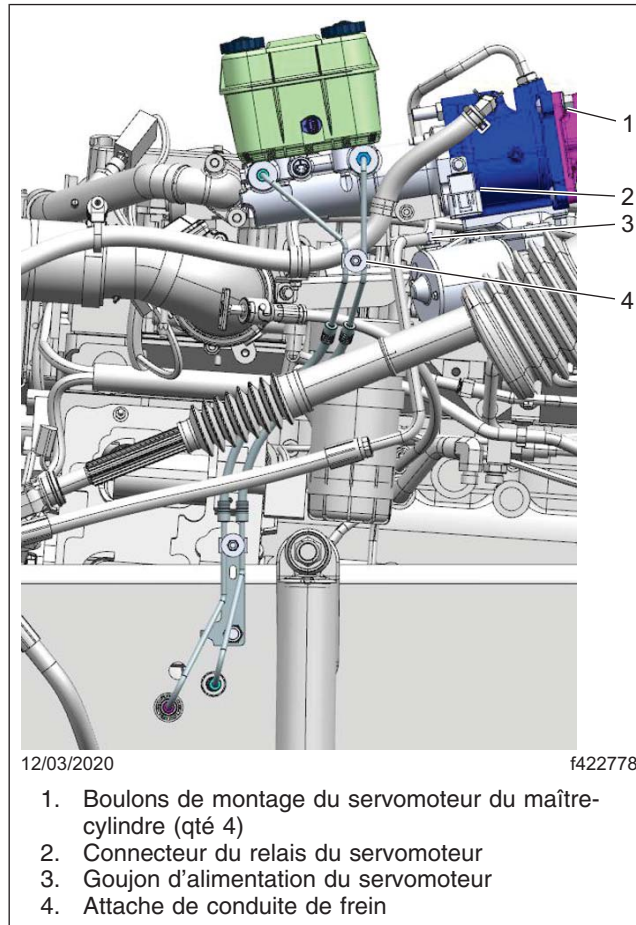

Fig. 10, Relais de frein monté sur Hydromax
4. Débranchez le connecteur du relais de frein du relais de frein monté sur l'Hydromax, dans la partie inférieure gauche de la plaque d'adaptation. Cela coupe l'alimentation câble fil d'alimentation et du goujon sur le moteur du frein. Reportez-vous à la Figure 10, élément 2.
5. Utilisez une clé de 9,5 mm (3/8 po) pour débrancher le câble d'alimentation du moteur de frein. Reportez-vous à la **Figure 10**, élément 3.
7. Retirez l'attache de la conduite de frein et la rondelle plate et mettez-les de côté, afin de pouvoir les réutiliser plus tard. Reportez-vous à la **Figure 10**, élément 4.
8. Retirez et jetez les quatre boulons entre le servomoteur du maître-cylindre et la base de la pédale de frein réglable. Reportez-vous à la **Figure 10**, élément 1.